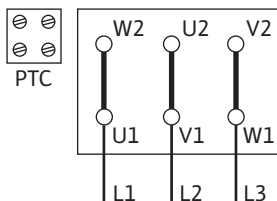

Fig. 12: Δ-schakeling
- De netaansluiting is afhankelijk van het motorvermogen P_2 , de netspanning en het inschakeltype. De vereiste schakeling van de verbindingsbruggen in de klemmenkast vindt u in de volgende tabel en Fig. 12, 13 en 14.